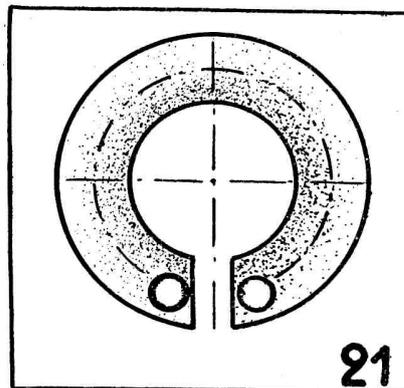

Fig. 21. — Élément résistif en fer à cheval (le courant se concentre à l'intérieur)
G) *Disposition de l'élément résistif.* — Dans les potentiomètres au graphite, la couche résistante peut être disposée sur un secteur de couronne circulaire (figure 21) ou fer à cheval, ou bien sur la surface latérale d'un cylindre.
Dans les potentiomètres de valeur recourant important, comme on peut le voir sur la figure 21, le courant choisit le chemin le plus court, c'est-à-dire la partie intérieure de la couronne, et cette partie s'abîme plus rapidement par suite de surintensité.